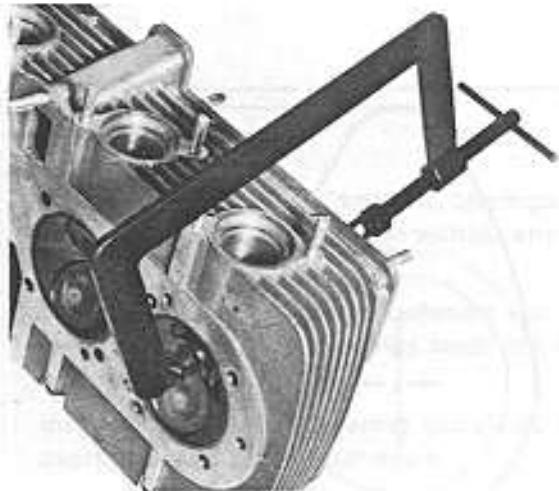
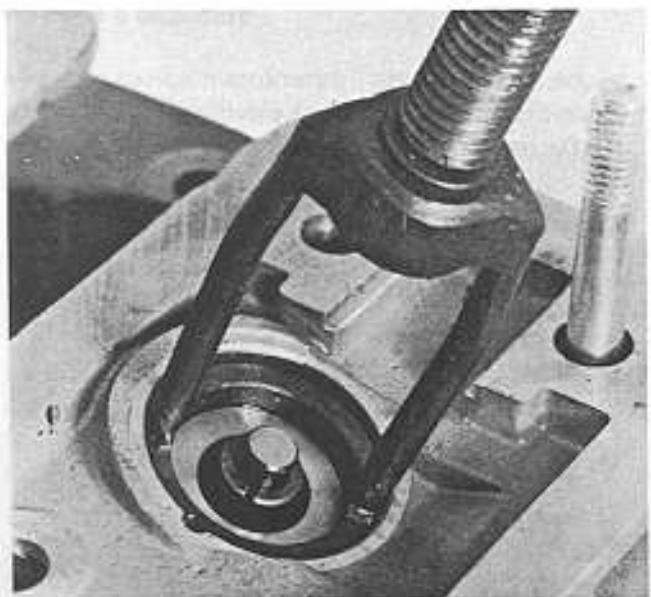

Fig. 43
Fig. 44
- To remove the valves use special tool No. 61820954 (Fig. 43). Compress the valve spring and remove the split collets from the spring collars with the aid of a small screwdriver or a pair of tweezers (Fig. 44).
- Per rimuovere le valvole utilizzare l'attrezzo speciale (Fig. 43). Comprimere la molla-valvola e rimuovere i due semicorpi dal piattello con l'aiuto di un piccolo cacciavite o di un paio di pinzette (Fig. 44).